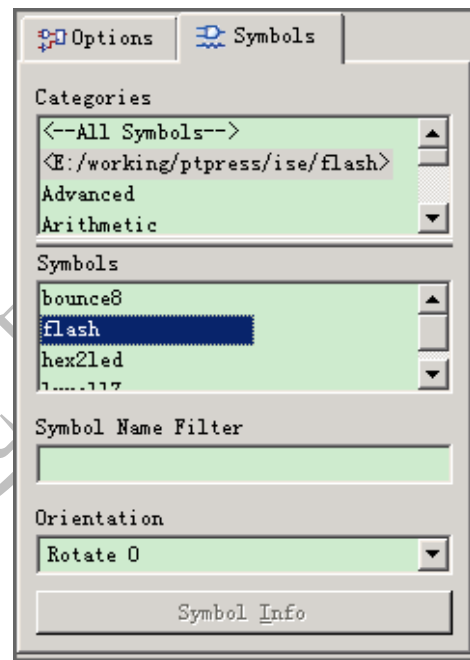

图 2.10 调用用户模块
(6) 在原理图设计窗口的左边，选择“Symbols”选项卡，在“Categories”窗口中选择用户项目目录，然后选择用户模块，如图 2.10 所示。